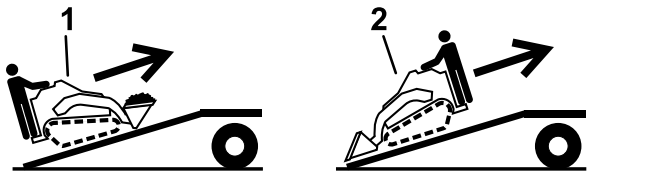

Figure 24
5. Montez la machine sur la remorque en gardant le côté le plus lourd en haut de la rampe et en maintenant la charge en bas (Figure 24).